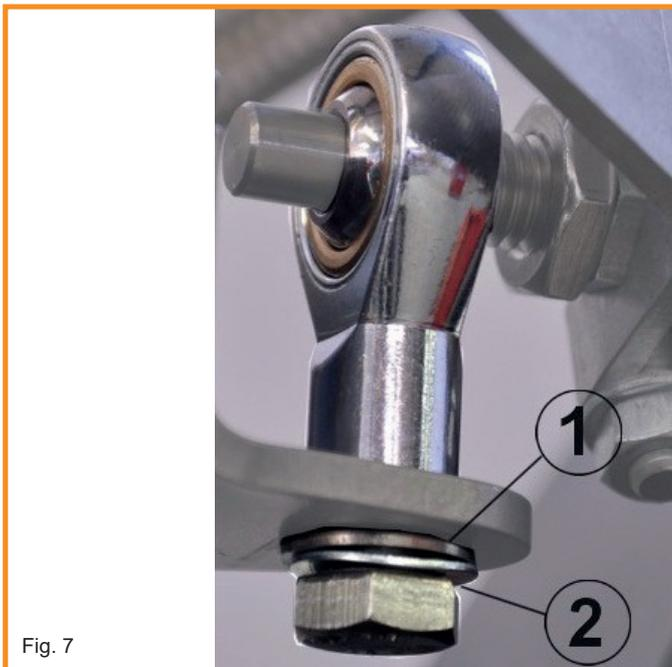

Fig. 7
- Now the heim joints can be installed to the carb plates. Use the supplied spacer (Pos.1, Fig.7) below the joint and secure it in place using the spring washer (Pos. 2, Fig.7) and M8x20 hex bolt.
- Montieren Sie je einen Gelenkkopf mit Hilfe der beigelegten Schraube M8x20, Unterlegscheibe (Pos. 1, Fig.7) und dem Federring (Pos. 2, Fig.7) an der linken und rechten Grundplatte.